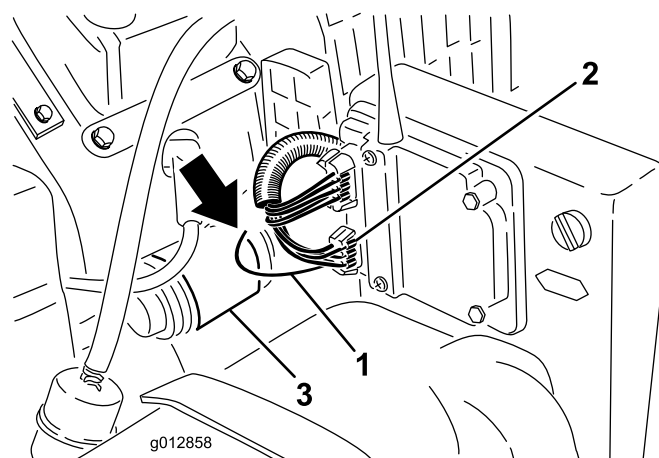

Figura 24
1. Localice el cable amarillo con raya negra que está introducido en el tubo que sale del conector de 6 pines del receptor (Figura 24). Saque el cable del tubo.